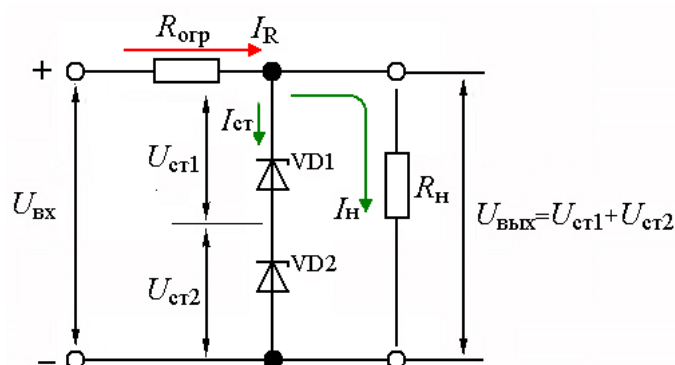

Рис. 4. Схема последовательного включения стабилитронов
На рис.4 приведен пример последовательного включения двух стабилитронов VD1 и VD2.
3. Из таблицы 1 подобрать два стабилитрона, которые смогли бы обеспечить необходимое напряжение на нагрузке U_H при их последовательном соединении, как показано на рис.4. При этом руководствоваться формулой (12).
- собрать схему как показано на рис. 4;